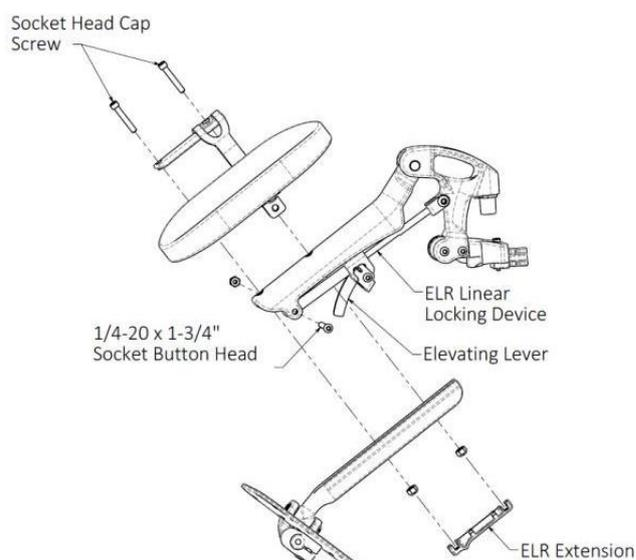

Abb. 5 Höhenverstellung der höhenverstellbaren Beinstütze/Fußstütze.
1. Lösen und entfernen Sie die Innensechskantschraube (mit Halbrundkopf), die die Linearverriegelung der höhenverstellbaren Beinstütze hält (Abb. 5).